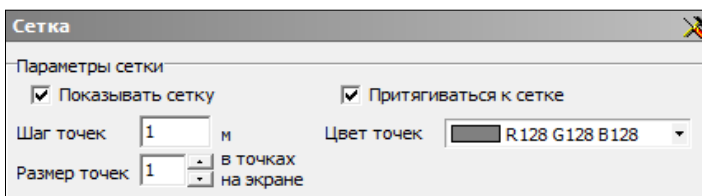

Рис.3.11
- В разделе **Сетка** (рис. 3.11) выполняются настройки отображения сетки, которая состоит из равноотстоящих друг от друга точек. Т.е. задается шаг и размер точек для выбранного масштаба в метрах, а также их цвет.